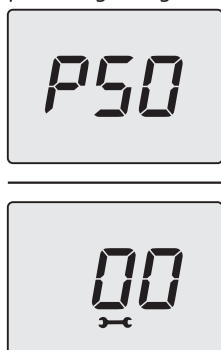

Figura 5.37
- Premere per 1 sec. il tasto 50 (Figura 5.33) per entrare nel parametro selezionato. Il display visualizzerà quanto segue (Figura 5.37).